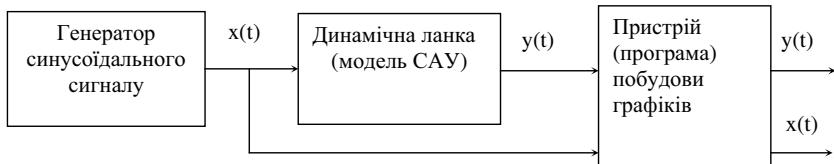

Рис. 16. Схема лабораторного обладнання для дослідження САУ
Схема лабораторного обладнання (рис. 16) виглядає так:
На рис. 16  $x(t) = x_m \cdot \sin(\omega t)$ ,  $y(t) = y_m \cdot \sin(\omega t + \varphi)$ .
1. Зняти і побудувати  $A(\omega)$  і  $\varphi(\omega)$ , скориставшись схемою рис. 16, динамічних ланок:  $W_4(s) = \frac{K_4}{1+T_4 \cdot S}$ ;  $W_5 = \frac{K_5}{S \cdot (1+T_5 \cdot S)}$ ;  $K_4=2$ ;  $T_4=0,3$ ;  $K_5=4$ ;  $T_5=0,5$ ;